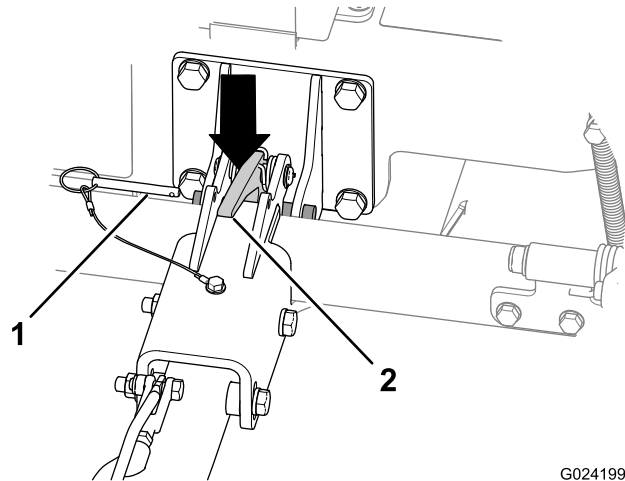

图 21
- 拔出锁定销图 21。
4. 向下推压挂钩门锁以打开挂钩门锁图 21。